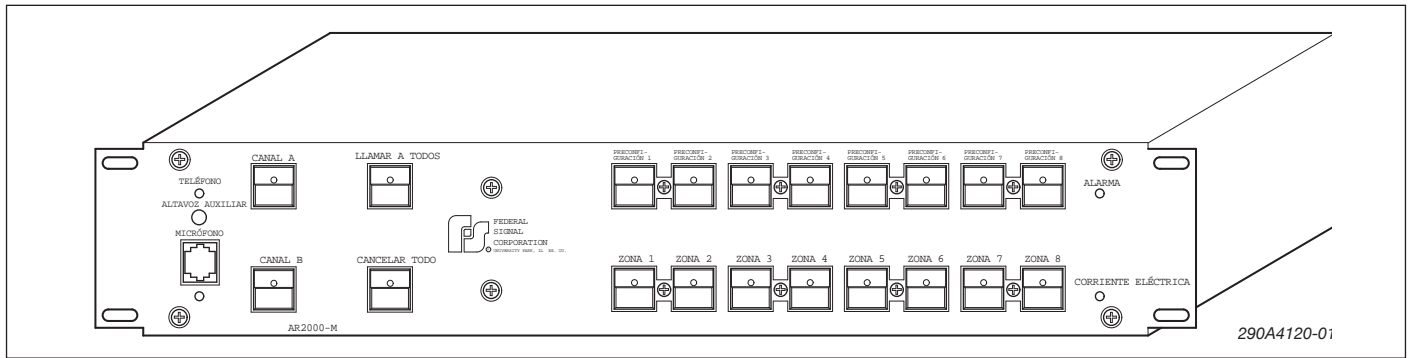

Figura 1-1.
El Enrutador de Audio Modelo AR2000-M (vea la figura 1-1), es un dispositivo de control central homologado por UL y con certificación cUL que es capaz de enrutar una entrada seleccionada de audio a zonas específicas. Puede controlar señales a altavoces diseñados para una operación de línea de 25 Vrms o una operación de línea de 70 Vrms. También puede controlar señales de 1 Vrms destinadas a amplificarse con un dispositivo de amplificación separado. El AR2000-M posee una función de anuncios públicos (PA), de tal forma que se pueden anunciar mensajes de voz o instrucciones con el sistema del Enrutador de Audio a través de un Micrófono opcional Modelo MSB-1 o MNC-1. La unidad también puede usarse para reproducir música de fondo generada por una fuente externa en el sistema del Enrutador de Audio.